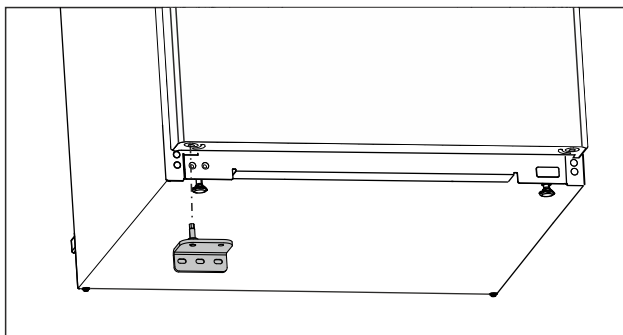

Fig. 17
- Helyezze be az alsó csapágybakot az ellenkező oldalon. (lásd Fig. 17)